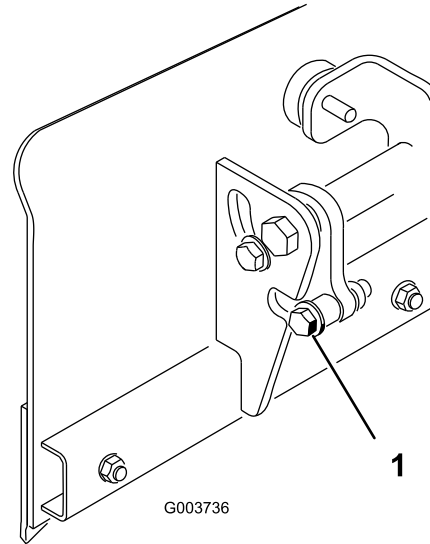

Figura 4
2. Îndepărtați urubul de oprire posterior, aiba și distanțierul de pe fiecare parte a lamei (Figura 4). Păstrai componentele în vederea montării ulterioare.